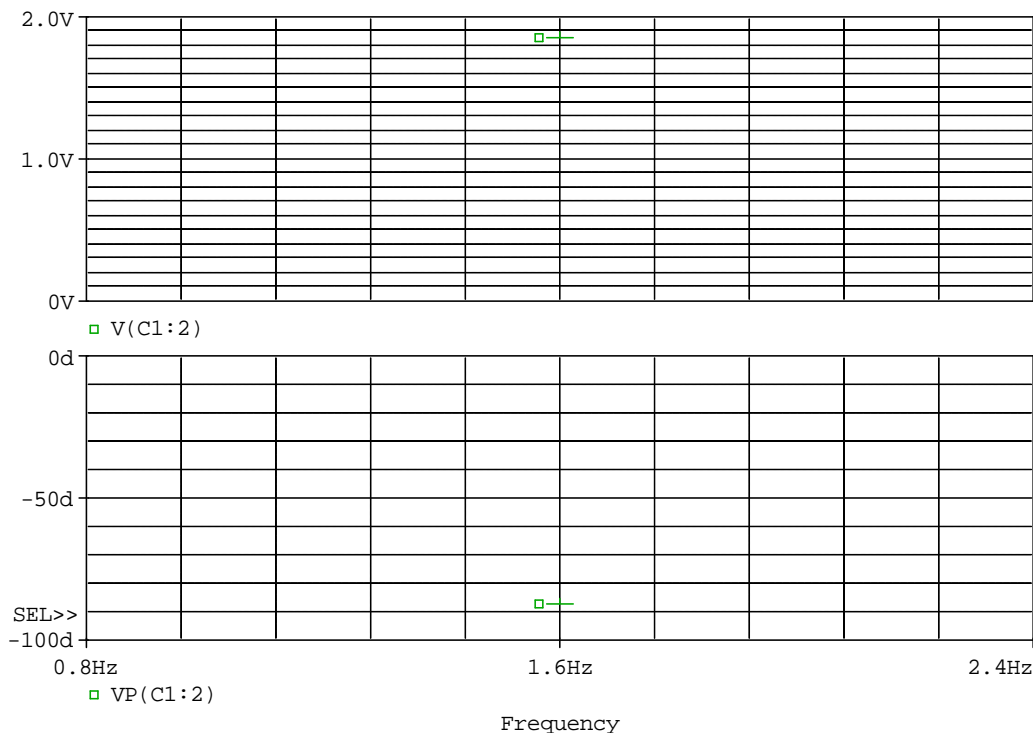

图 3.8 修改后的仿真结果
4、但是由于两个参数共用一个坐标使得参数数值较小的 V (c1:2) 显得可读性不强，为此，我们将该窗口分为上下两部分显示，选择 Plot→Add Plot to Window 命令新增一个窗口，并单击  按钮新增一个欲显示的曲线 V (c1:2)，同时删去原来途中的 V (c1:2) 曲线，得到如图 3.8 所示的结果：